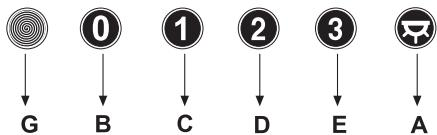

Fig.7
Ne pas relier le tuyau d'échappement de la hotte à un conduit dans lequel circule de l'air chaud ou employé pour évacuer les fumées des appareils alimentés par une énergie différente de celle électrique. En vue d'une manœuvrabilité de l'appareil plus facile, avant d'exécuter les opérations de montage, déconnecter le filtre/les filtres anti-graissé (Fig.7).
• **COMMANDES:** (Fig.7) **Mécaniques** les symboles sont les suivants: